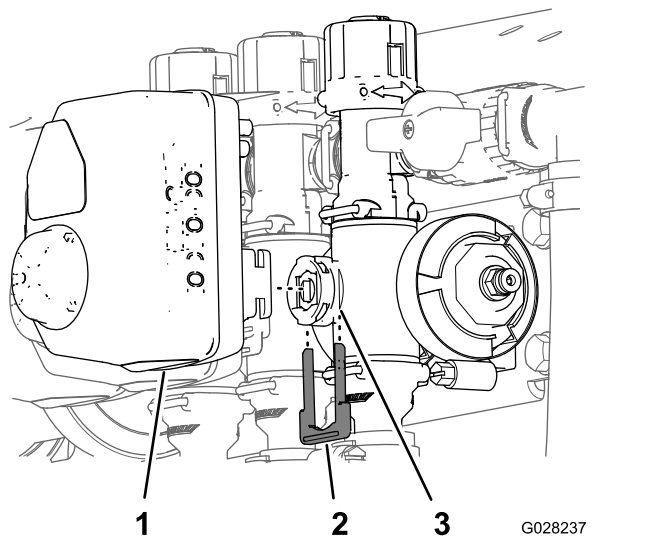

図 77
2. アクチュエータを個別ブームバルブまたは攪拌バルブ用のマニホールドバルブに固定しているリテーナを外す 図 77。